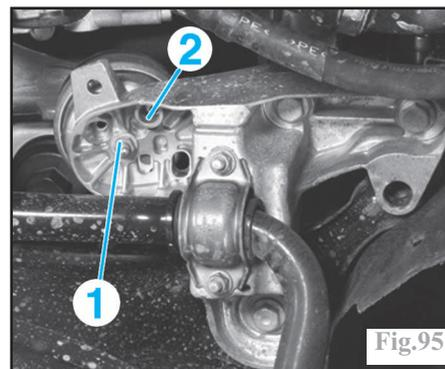

Fig.95
Repérer la position de montage des vis (1) et douilles de fixation (2) inférieures sur les paliers droit et gauche du moteur (Fig.95).